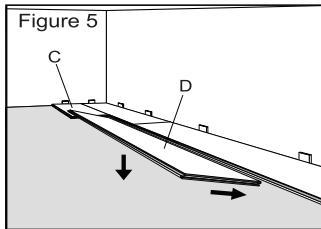

Figure 9B
Step 2 – After cutting the plank install the long side of the plank as described in step 4. (Fig. 9B)
Paso 2 – Despues de cortarla plancha, instale el deslizador largo de la plancha, como se describe en el Paso 4 (Fig. 9B).